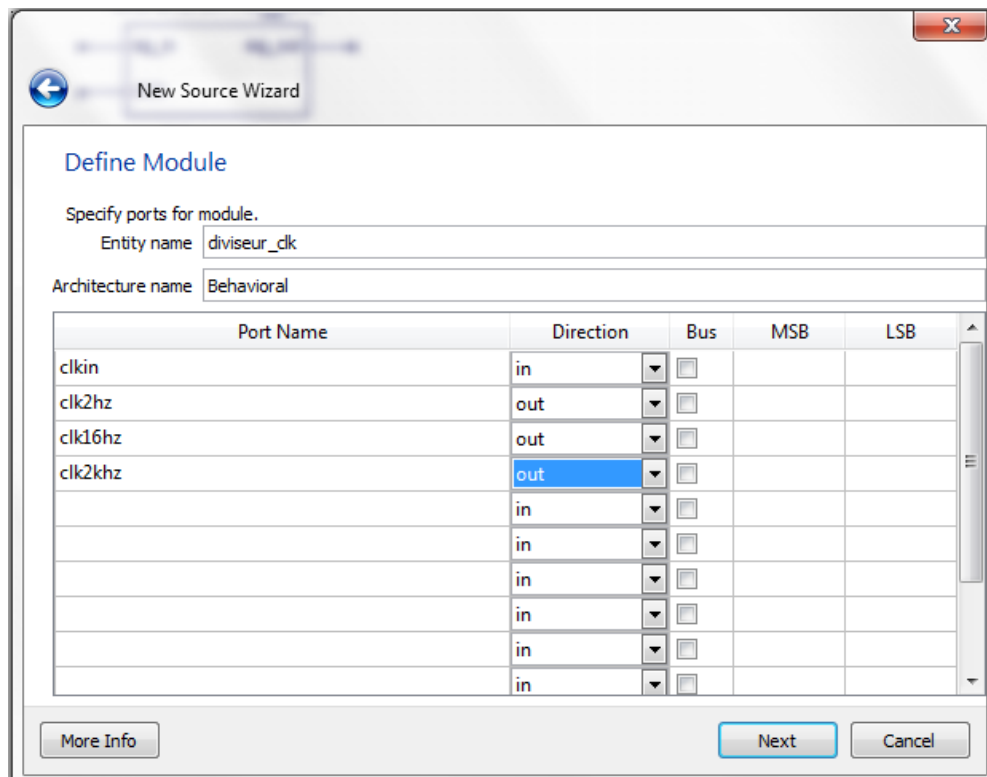

Figure 19. La boîte de dialogue Define Module pour entrer les ports d'entrées/sorties du module VHDL à créer.
4. Créez un port d'entrée **clkin** et trois ports de sortie **clk2hz**, **clk16hz** et **clk2khz** comme illustré à la Figure 19.